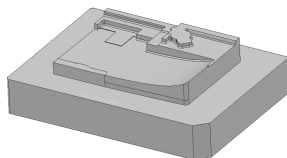

图 6-5 形体电极
(3) 形体电极 如图 6-5 所示，为了满足凹模型腔的成型曲面部分有统一且较低的表面粗糙度值，设计加工形体电极。